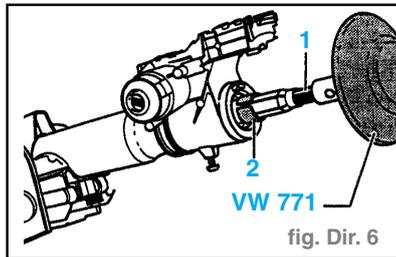
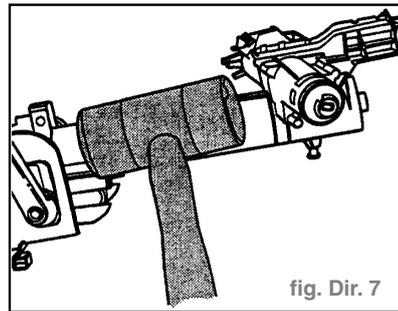

fig. Dir. 6
fig. Dir. 7
- Expulser le boîtier d'antivol de direction. (fig. Dir. 6)
- Retirer la bague-palier (2).
- Filetage M10 d'env. **50 mm** de long. À confectionner soi-même si nécessaire, p. ex. en utilisant une vis M10 dont la tête a été sciée (1).
- Expulser le boîtier d'antivol de direction. (fig. Dir. 7)
- En extrayant la colonne de direction, plaquer la bague-palier (2) contre le roulement à billes placé dans le boîtier d'antivol de direction. (fig. Dir. 6)
- Tige filetée M10 d'env. 50 mm de long (1).